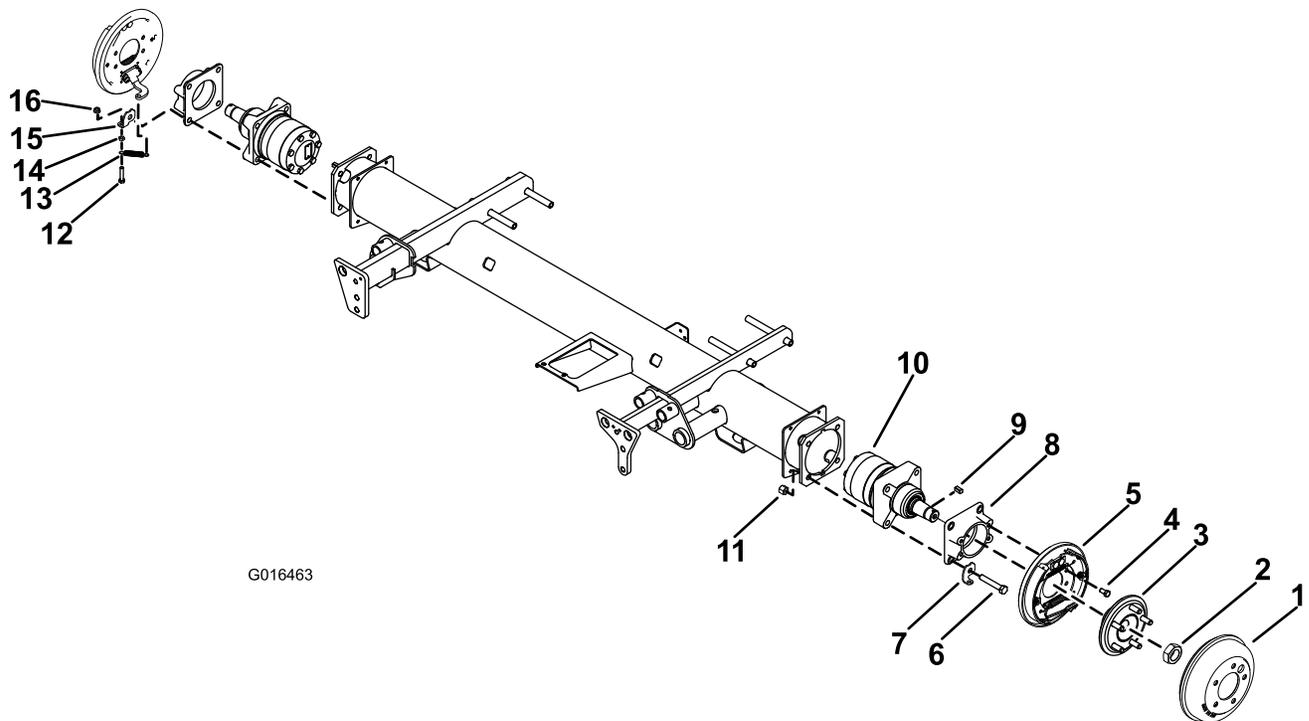

Bild 6
4. Setzen Sie die vier Sicherungsmuttern (1/2") auf die Kopfschrauben und ziehen sie an, um den Motor, den Bremsadapter und den Federclip am Rahmen zu befestigen. Ziehen Sie die Schrauben auf 91-113 N-m an. Stellen Sie sicher, dass der Federclip so ausgerichtet ist, wie in Bild 6 abgebildet.